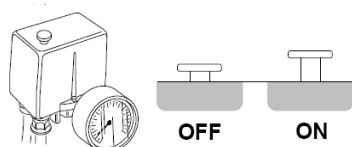

Fig. 7: Pronto per il funzionamento
Assicurarsi che l'interruttore sia in posizione "OFF" (Fig. 7). Inserire la spina nella presa e girare il pressostato sulla posizione "ON" (Fig. 7).
- Per spegnere il compressore, non estrarre mai la spina dalla presa, ma portare sempre l'interruttore del pressostato in posizione "OFF" (Fig. 7). Questo permette di liberare l'aria compressa contenuta nella testa e facilita la successiva accensione. Il corretto funzionamento del compressore può essere riconosciuto nei seguenti modi: